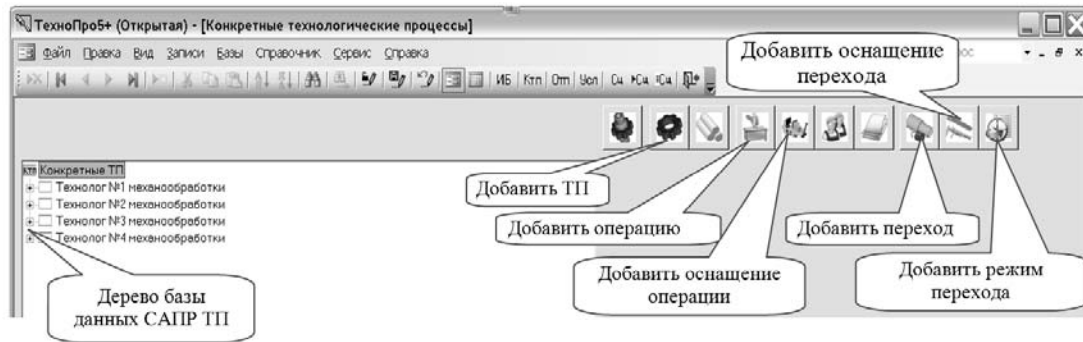
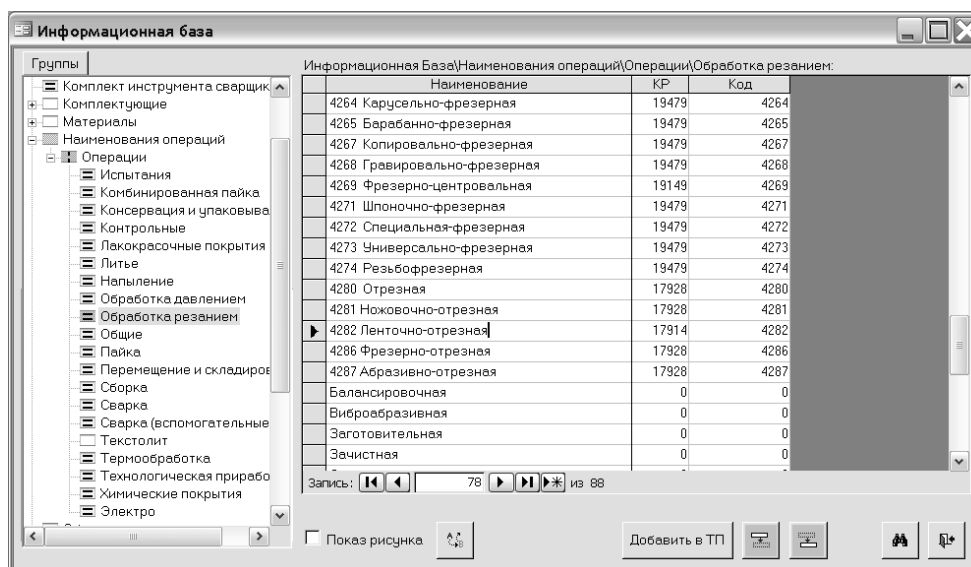

Рисунок 1.2 – Окно базы данных «Конкретные Технологические Процессы»
Рисунок 1.4 – Окно базы данных САИР ТП «ТехноПро»
После выполнения этой команды на экран будет выведен интерфейс базы данных «Конкретные Технологические Процессы» (рисунок 1.2).
Для создания нового техпроцесса необходимо щелкнуть корневую вершину дерева базы данных «Конкретные ТП» и затем нажать кнопку  «Добавить ТП» (см. рисунок 1.2).
**2 Выбор технологических операций.** Для выбора обозначения и наименования операций из базы данных для изготовления выданной детали нажать кнопку «Добавить операцию» (см. рисунок 1.2), или из контекстного меню ветки дерева базы данных «Деталь» командой «Добавить». После нажатия кнопки откроется окно «Информационная база» (рисунок 1.4), в котором нужно выбрать обозначение и наименование требуемой операции.
3 *Выбор металлорежущих станков, станочных приспособлений, СОЖ, ИТБ.* Для выбора металлорежущих станков и другого оборудования, применяемого при выполнении операции, нажать кнопку «Добавить оснащение операции» (см. рисунок 1.2) для открытия окна «Информационная база». На дереве базы данных последовательно выбрать раздел «Оборудование», группу станков, а затем справа выбрать строку с необходимым оборудованием и нажать кнопку «Добавить в ТП». Если требуемой модели станка (или другого оснащения) нет в «Информационной базе», то его обозначение наименование и технические характеристики можно записать в последней пустой строке таблицы соответствующей группы оборудования (строка помечена звездочкой «\*»).
4 *Проектирование технологических переходов.* Нажать кнопку «Добавить переход» (см. рисунок 1.2) для открытия окна «Информационная база». На дереве базы данных последовательно выбрать раздел текстов переходов, найти текст необходимого перехода, нажать кнопку «Добавить в ТП».
Для выбора средств технологического оснащения перехода нажать кнопку «Добавить оснащение операции» (см. рисунок 1.2). В окне «Информационная база» на дереве базы данных последовательно выбрать раздел «Режущий инструмент», затем в правой части окна выбрать конкретный режущий инструмент и нажать кнопку «Добавить в ТП». Аналогичным способом выбрать измерительный инструмент.
Для создания нового конкретного техпроцесса необходимо щелкнуть корневую вершину дерева базы данных «Конкретные ТП» (см. рисунок 1.2) и затем нажать кнопку  «Добавить ТП» (см. рисунок 1.2).
На следующем этапе настройки системы создать в базе данных САПР ТП обобщенный технологический маршрут (ОТП). Для добавления технологических операций в ОТП щелкнуть кнопку «Добавить операцию»  (см. рисунок 1.2). В открывшемся окне «Информационная база» открыть на дереве разделов базы данных последовательно ветви «Наименование операций», «Операции».